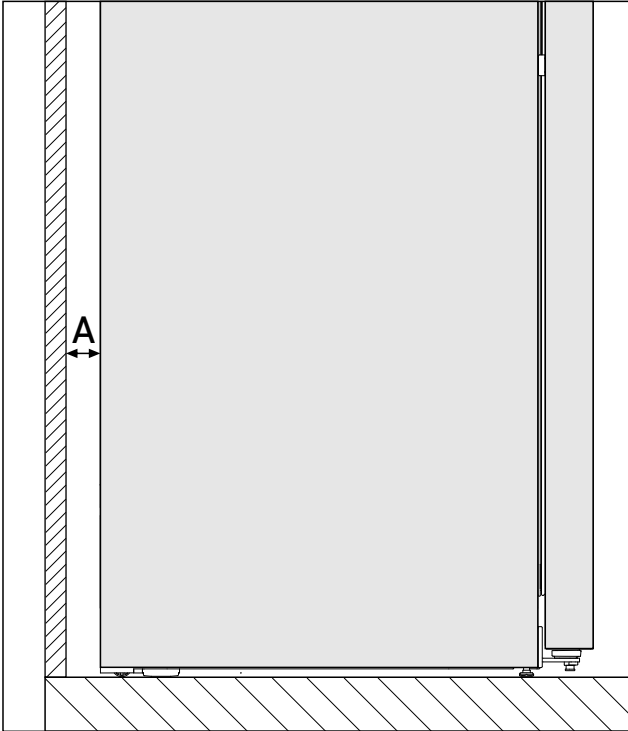

Fig. 2 *
已在冰箱背面与墙壁之间的离墙距离为 Fig. 2 (A) 时确定能量消耗。当离墙距离小于 Fig. 2 (A) 时，不会影响冰箱的功能，但在更小的离墙距离下，能量消耗会略微升高。*